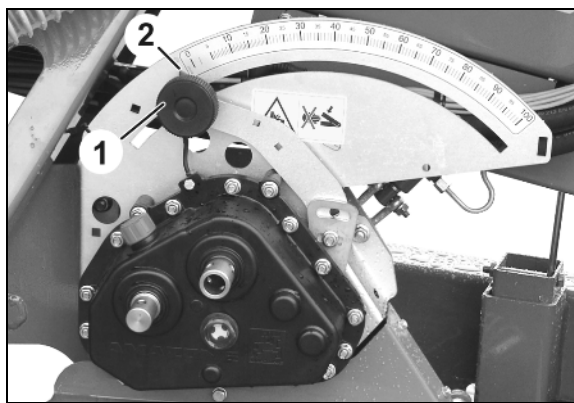

Fig. 64
14. drejes rundt mod venstre med den i skemaet (Fig. 64) angivne krumtapomdrejning.